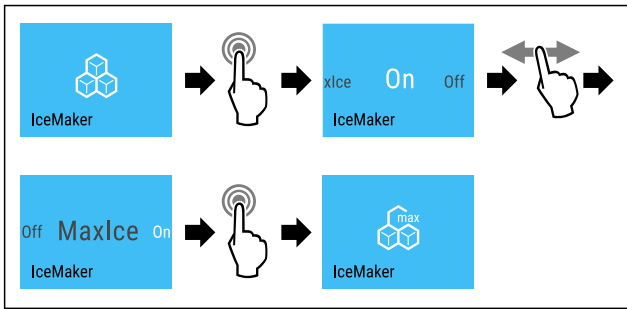

Fig. 21
- ▶ Изпълнете стъпките (виж Fig. 21) .